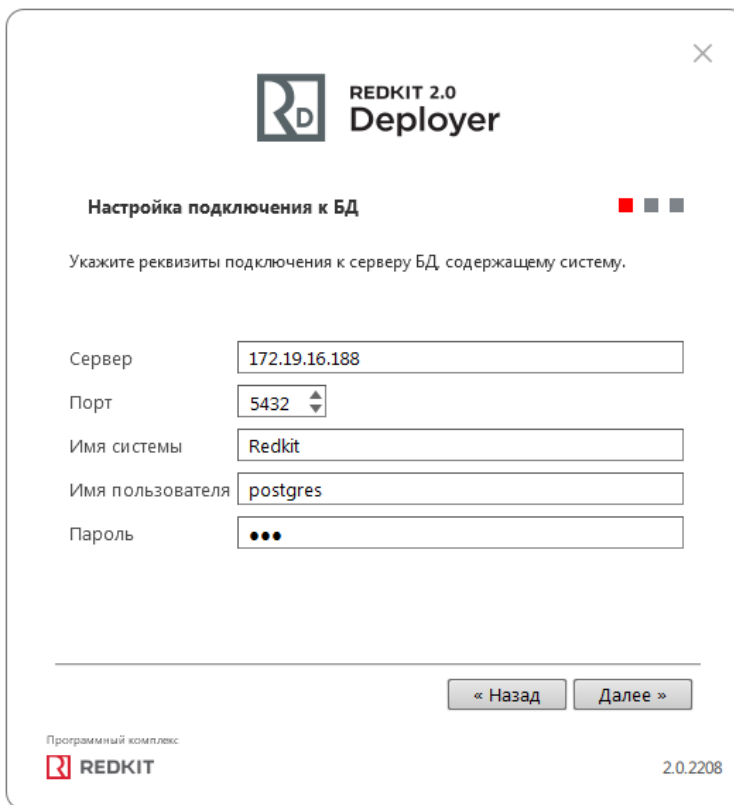

Рисунок 405 - Укажите реквизиты
3. Укажите реквизиты подключения к серверу БД, содержащему систему. Введите имя пользователя и пароль из п.8 раздела Установка Postgres (Рисунок 405). Нажмите **Далее**.